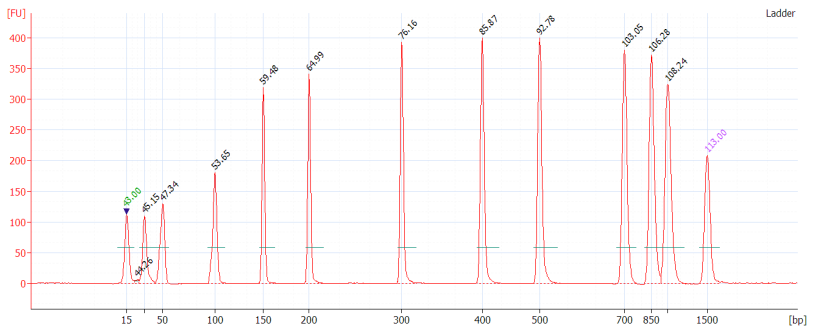

Abbildung 8: Leiter-Elektropherogramm (Bioanalyzer)
- Überprüfen Sie, ob das Profil [Ladder Plot] (Leiterdiagramm) ähnlich aussieht wie in Abbildung 8 (unten) und 13 Spitzen umfasst, von der die niedrigste bei 15 bp und die höchste bei 1.500 bp liegt (diese Marker sind in jedem Probe-Read enthalten); die Grundlinie muss flach sein. (siehe Abbildung 8).